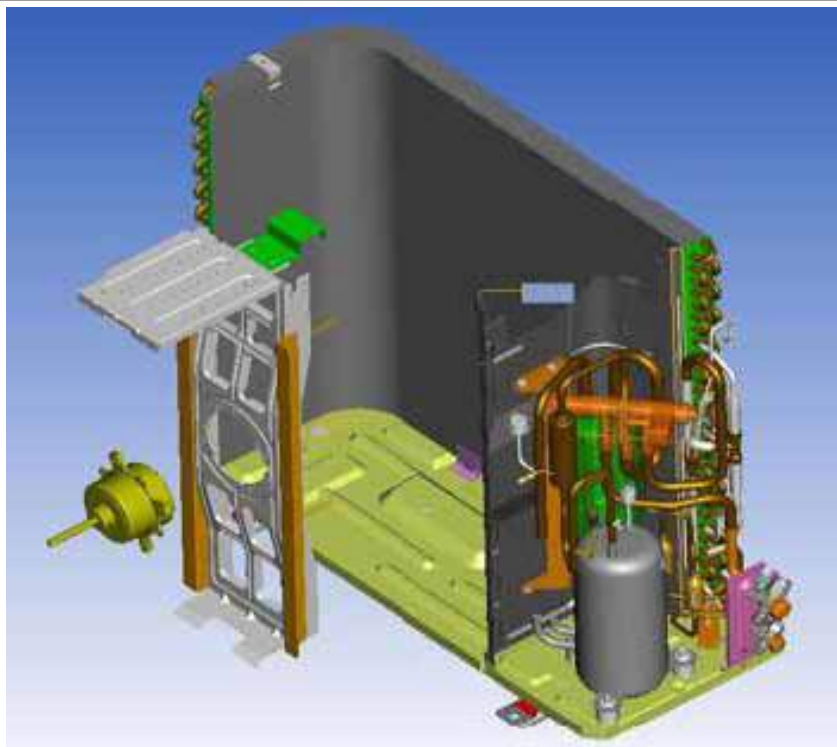

Рис.10
- Открутите винты, фиксирующие опору двигателя. Снимите опору двигателя. Отсоедините провода от двигателя и вытащите его через отверстие. Снимите двигатель. (см.рис.10)